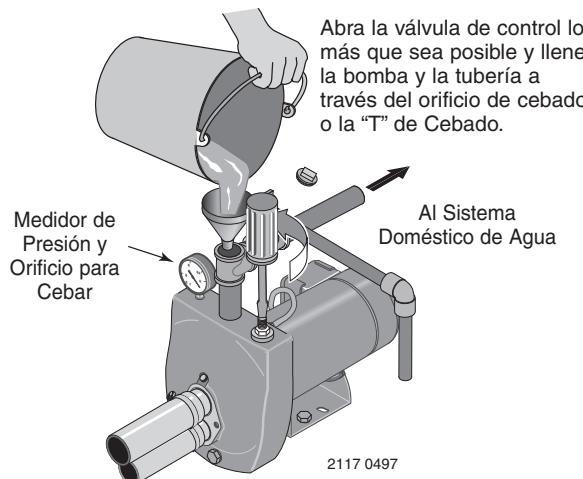

Figura 12: Llenado de la Bomba
Paso 1. Abra la válvula de control lo más que sea posible (vea la Figura 12). Despues retire el tapón de cebado de la bomba y llénela, llenando toda la tubería entre la bomba y el pozo; asegúrese de que toda la tubería en el pozo esté llena. Si también instaló una "T" de cebado en la tubería de succión, retire el tapón de la "T" y llene la tubería de succión.